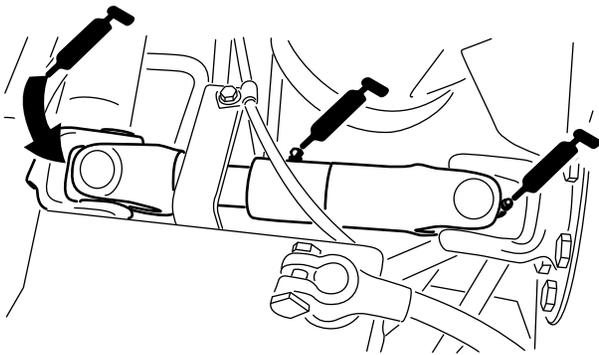

Рисунок 41
- Универсальный шарнир приводного вала насоса (3) (Рисунок 41)